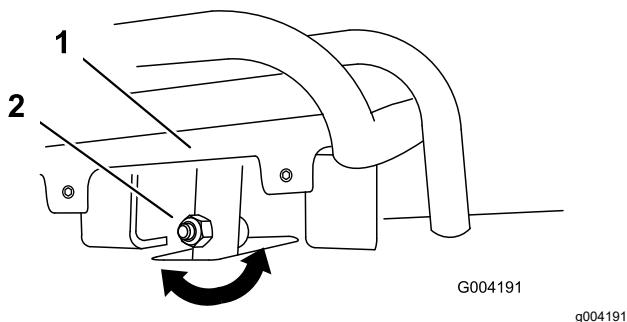
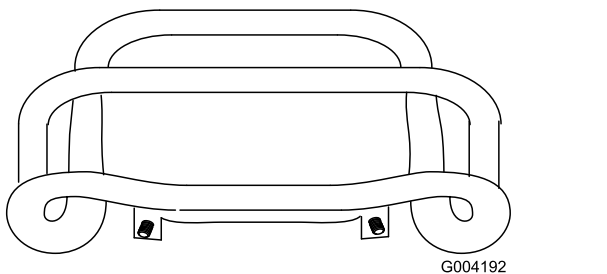

Figura 54
Figura 55
4. Se a parte da frente do controlo não ficar alinhada com a barra de referência, desaperte a porca flangeada e o parafuso na haste do controlo de tração (Figura 54).
5. Ajuste o controle de tração de modo a que fique alinhado com a barra de referência quando é puxado a direito para trás (Figura 54 e Figura 55).